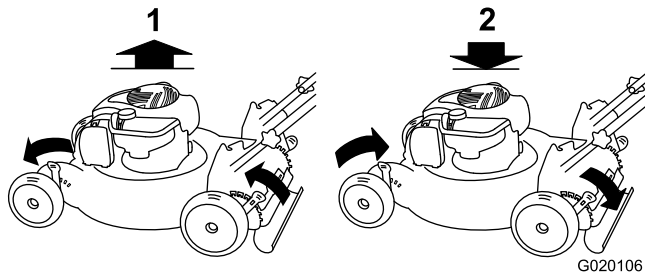

Figura 9
**Nota:** Para elevar o bajar la máquina, mueva las palancas de altura de corte según se muestra en Figura 9.